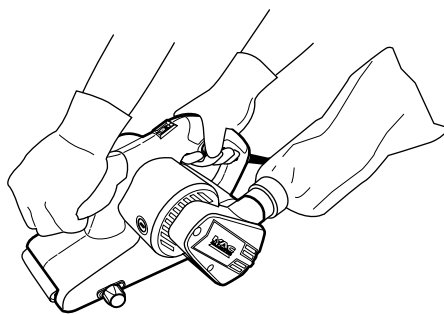

Fig. 15
- > Tenez l'outil avec une main sur la poignée avant [1] et l'autre main sur la poignée arrière [5] (Fig. 15).